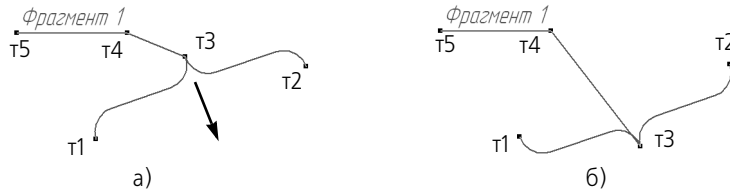

Рис. 29.17. Смена направления фигурной скобки:
- ▼ Смена направления фигурной скобки достигается перемещением точки в центре скобки — **т3** (рис. 29.17).